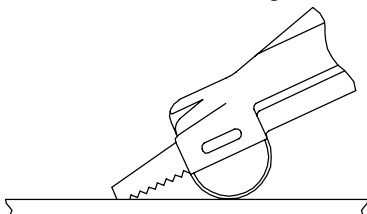

Figura 2
2. Erga o punho da Serra, trazendo a ponta da Lâmina em contacto com o material. Ver Figura 2.